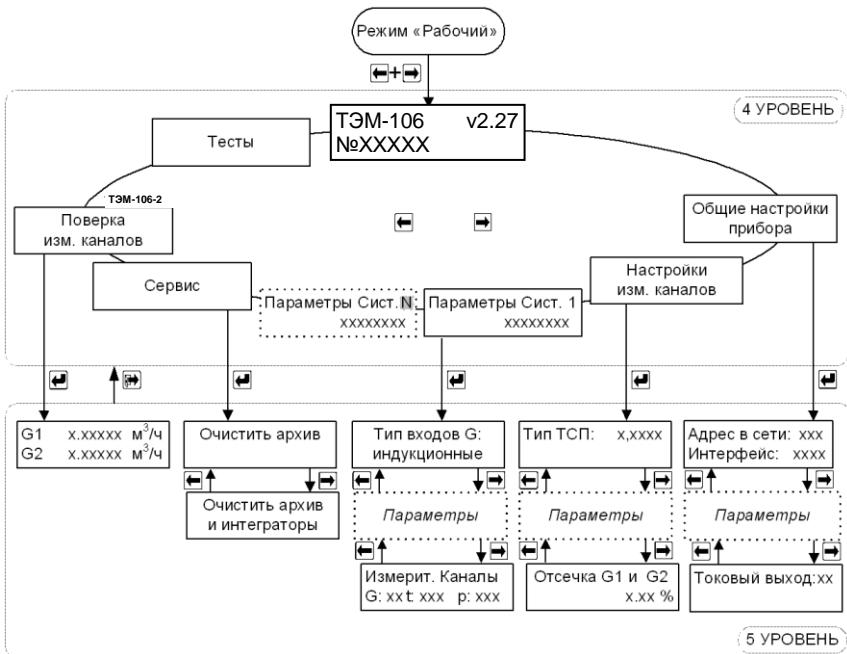

Рис. 7.3 Режим «Настройки» для ТЭМ-106. Пункт меню «Поверка изм. каналов» доступен только для модификации ТЭМ-106-2
7.4.1 Для входа в режим работы теплосчетчика «Настройки» необходимо, находясь в любом меню режима «Рабочий», **одновременно нажать кнопки «влево» и «вправо»**. Порядок перехода между окнами в режиме «Настройки» изображён на рис. 7.3.